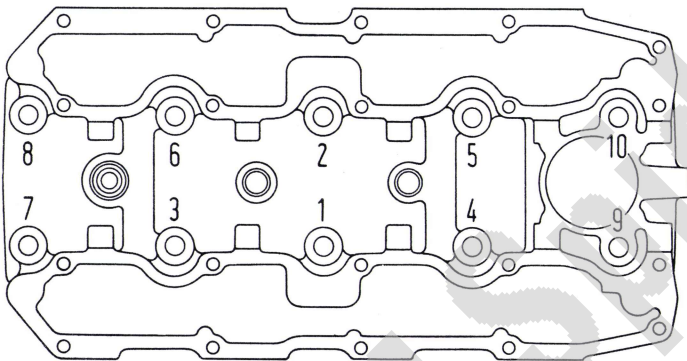

Abb. 14. - Schema der Anzugsreihenfolge der Befestigungsschrauben des Zylinderkopfes auf den Zylinderblock.
- Zwei Hilfsbolzen in die Bohrungen der Zylinderkopf-Befestigungsschrauben einschrauben, z.B. in die Bohrungen für die Schrauben 8 und 9 (Abb. 14).
- Die Befestigungsschrauben laut der vorgeschriebenen Reihenfolge (Abb. 14) und Spannkraft anziehen